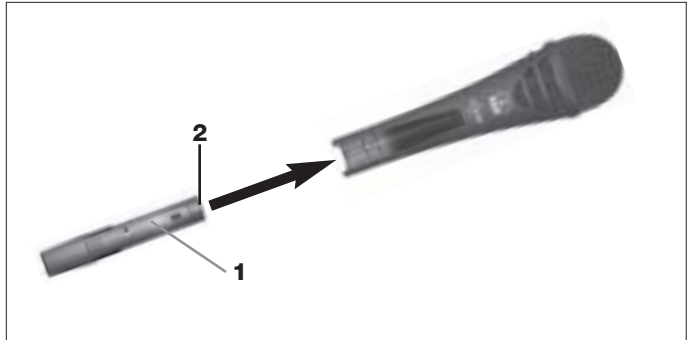

Fig. 7: Come montare il modulo di trasmissione
- Vedi fig. 7.
2. Impugnate il modulo di trasmissione (1) in modo che i contatti (2) puntino verso il microfono.
3. Infilate il modulo di trasmissione (1) nel gambo microfonico fin quando il modulo di trasmissione (1) scatta udibilmente. Il modulo di trasmissione si blocca automaticamente, i contatti elettrici vengono realizzati automaticamente.